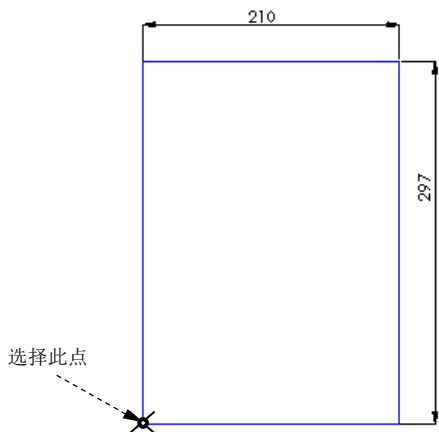

图 6.1.8 绘制矩形
(1) 绘制矩形。选择下拉菜单 **工具(T)** → **草图绘制实体(E)** → **边角矩形(R)** 命令，绘制图 6.1.8 所示的矩形，并添加尺寸约束。
(3) 绘制图框线并添加尺寸约束。在图 6.1.8 所示的矩形内侧绘制一矩形，并添加图 6.1.10 所示的尺寸约束。